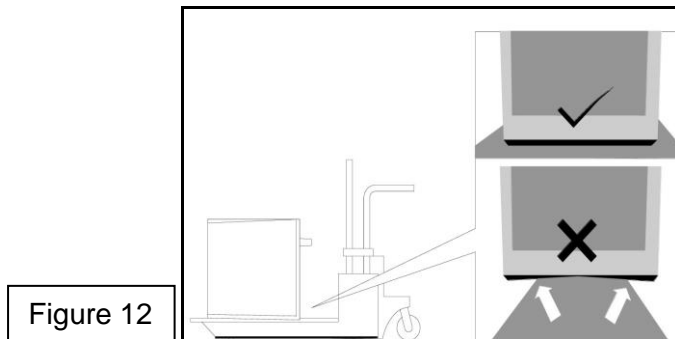

Figure 12
- Pour éviter tout dommage à l'événement du four, veuillez utiliser la méthode de transport montrée à la figure 12.